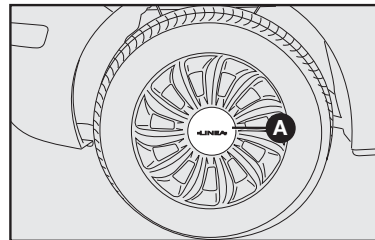

fig. 4
- Para roda em liga, retirar a calotinha central **A-fig. 4**, quando disponível, utilizando uma chave de fenda no local apropriado.